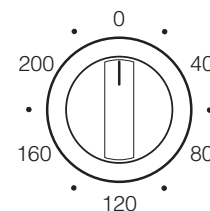

fig. 7
- Met de thermostaatknop (fig. 7) is de friteuse instelbaar van 40 - 200 °C. De friteuse is voorzien van een maximaal-begrenzer en is dus beveiligd tegen te hoge temperaturen.